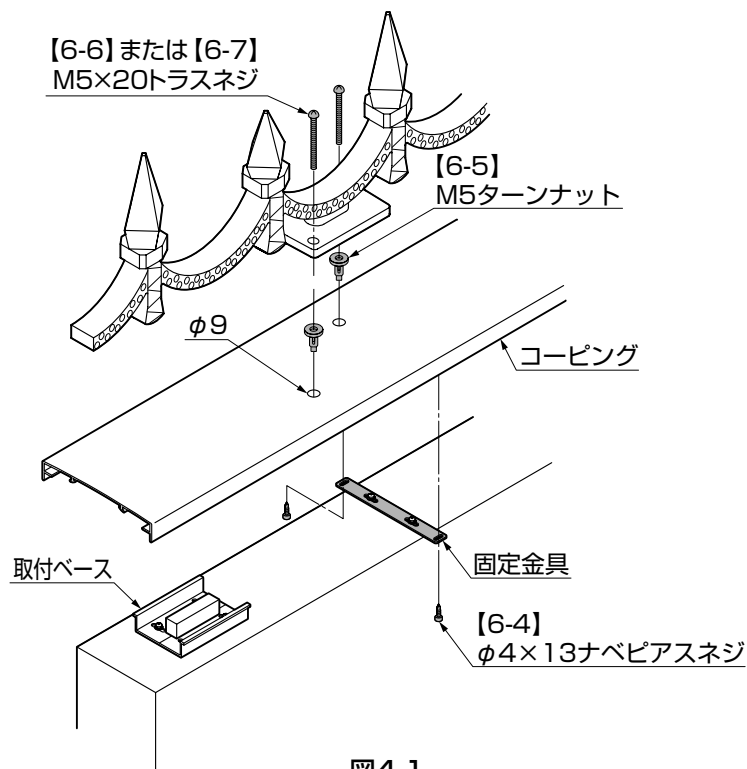

図4-1
- ④孔に[4-2]を差し込んで[4-3]で後付部品を固定してください。T-1の場合は孔に[6-5]を差し込んで本体ベース部分を[6-6]または[6-7]で固定してください。(図4-1参照)
- ⑤コーピング取付説明書に従い、コーピングを取付ベースに固定してください。